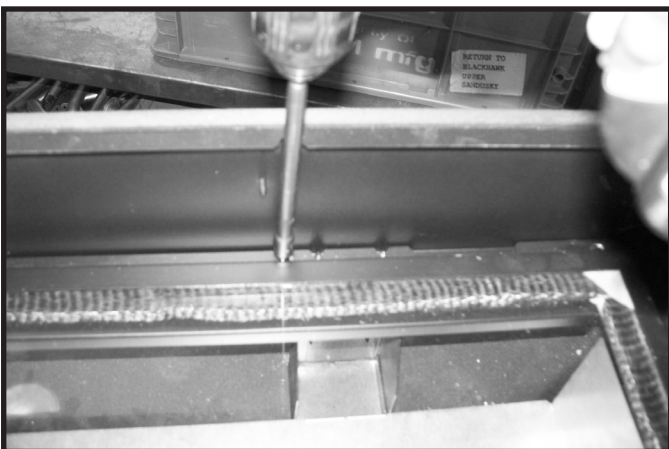

Figure 9.5 Accès supplémentaire aux gaz et l'électricité
13. Retirez les vis fixant la fenêtre. Enlevez la fenêtre. Manipulez avec prudence. Voir la figure 9.5.